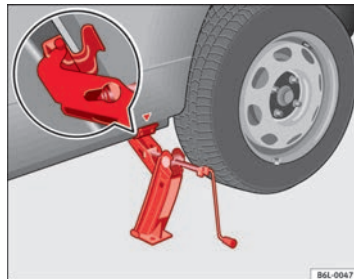

Abb. 138 Wagenheber
- Richten Sie den Wagenheber so aus, dass seine Klauene den Steg des Unterholms umfasst und die bewegliche Grundplatte plan auf dem Boden aufliegt ⇒ Abb. 138.